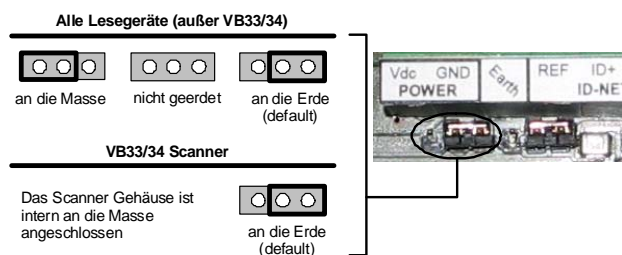

Abbildung 8 - Gehäuse-Erdung
- Schließen Sie das Lesegerät über die Brücke an die Masse an (Standard-Einstellung, siehe Abbildung 8 - Gehäuse-Erdung)
Die Erdungsmethode für das Gehäuse des Lesegerätes kann über die Brückenstellung gewählt werden (siehe Abbildung 8 - Gehäuse-Erdung). Auf diese Weise kann das Gehäuse des Lesegerätes an die Erdung angeschlossen werden (nur wenn der Erdungspin an eine ausreichende Masse angeschlossen ist). Bei allen Lesegeräten außer den VB33/34 kann das Gehäuse alternativ auch an das Erdungssignal der Spannungsversorgung (GND) angeschlossen bzw. nicht geerdet werden; im letzteren Fall muss der Jumper jedoch entfernt werden. Bei den VB33/34-Scannern ist das Gehäuse intern an die Erdung angeschlossen.